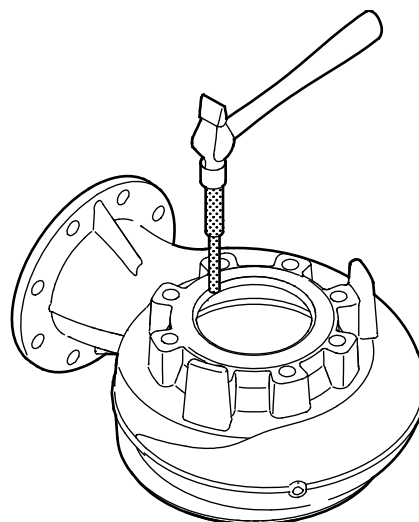

Рис. 13 Демонтаж уплотнительного кольца
3. С помощью съёмника выбейте уплотнительное кольцо (46) из корпуса насоса. См. рис. 13.